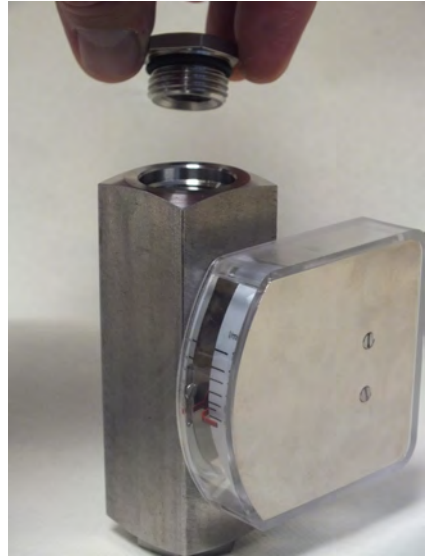

Abb. 38: Verschraubung (Ausgang) abnehmen
7. ➤ Drehen Sie die Verschraubung (Ausgang) heraus. Nehmen Sie die Verschraubung vom Gerätekörper (Abb. 38). Nehmen Sie den O-Ring von der Verschraubung ab, falls nötig